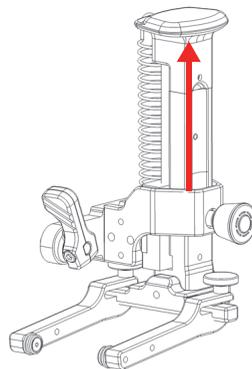

図 3-4 レールをロック位置にスライドさせる
9. 取り付けを容易にするには、SLA レールをロック位置に達するまで上方にスライドし、プローブホルダーの位置を高くします (63 ページの図 3-4)。